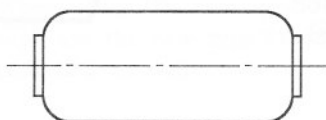

Fig. 5-5
- 3). Gently turn the guide rollers on both sides until the envelope becomes as shown in Fig. 5-5.
- 3). 両側のガイドローラーを少しずつ調整して、エンベロープを Fig. 5-5 のような形状にする。